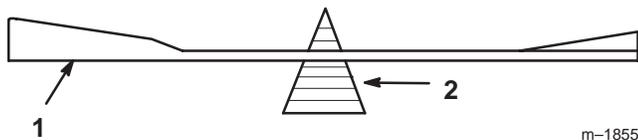

Bild 36
- Überprüfen Sie die Auswuchtung des Schnittmessers auf einer Ausgleichsmaschine (Bild 36). Wenn das Schnittmesser in seiner horizontalen Position bleibt, ist es ausgewuchtet und kann verwendet werden. Feilen Sie, wenn das Schnittmesser nicht ausgewuchtet ist, an der Rückseite des Messers etwas Metall ab. Wiederholen Sie diesen Vorgang, bis das Messer ausgewuchtet ist.